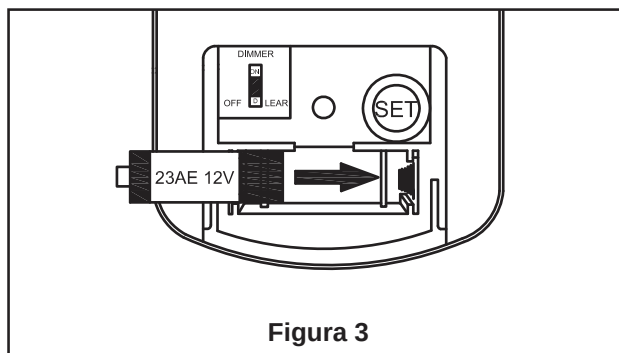

Figura 3
- ☐ 3. Para que el ventilador sea funcional, instale las pilas (incluidas) de 23A/12V en el transmisor del mando a distancia. Mientras el ventilador esté apagado. A continuación, siga el proceso de fijación remota de código. Si no se utiliza el ventilador durante un largo periodo de tiempo, extraiga la batería para evitar cualquier daño al transmisor. Almacene el mando a distancia en un lugar alejado del calor o la humedad excesiva. (Figura 3)